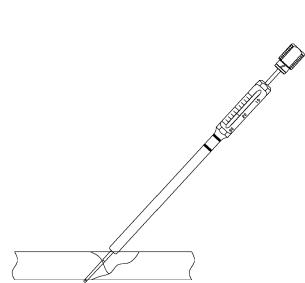

図 3
- 3) 2.7 コーティカルスクリュー用デプスゲージの先端フックを対側皮質に引っ掛け、スケールを読み取ります。（図 3）